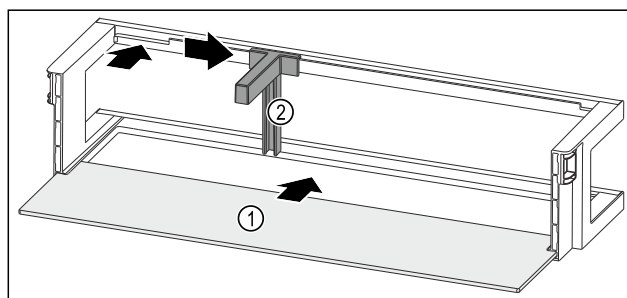

Fig. 246 Dvevní přihrádka s odkládací plochou
- ▶ Odkládací plochu Fig. 246 (1) zasuňte do bočních vybrání.
- ▶ Držák lahví Fig. 246 (2) vložte do vybrání.
- ▶ Držák lahví Fig. 246 (2) posuňte na stranu do požadované polohy.